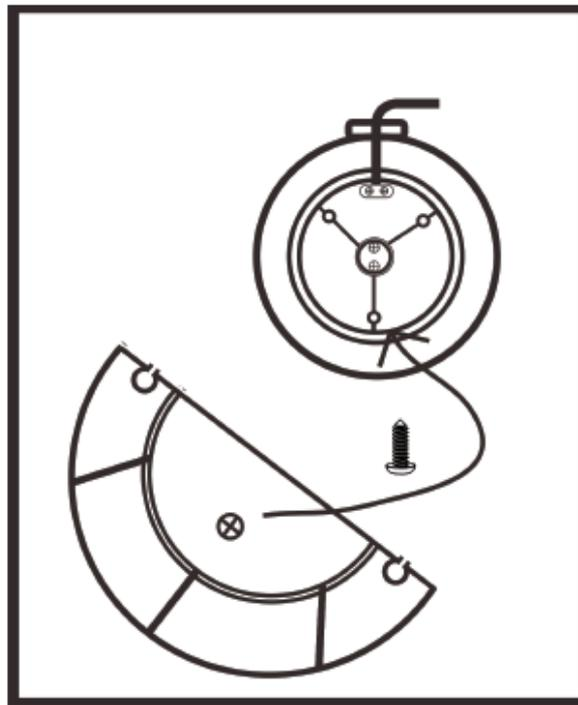

Fig. 4
- Fissare il supporto (9) con le viti (10). Si prega di notare che le viti per il supporto si trovano già nella parte inferiore del corpo della ventola. Svitare le viti dal fondo della ventola, mettere il piede e installare le viti. Serrare le viti (10) con un cacciavite adatto (vedi Fig. 4).